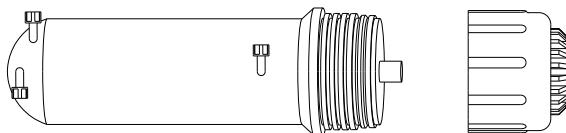

Рисунок 12
2. Установить мембранный элемент в корпус в направлении внутрь концом трубки с двумя уплотнительными кольцами (рис. 12).